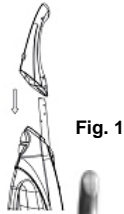

Fig. 1
3. Alignez l'ouverture sur la poignée avec le tube télescopique sur le boîtier du bloc-moteur. (Fig. 1)